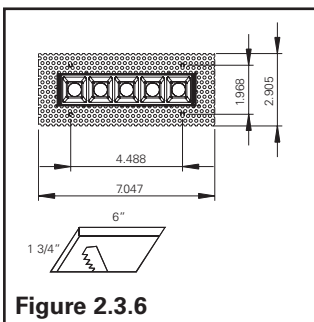

Figure 2.3.6
- 5 Light Engine: 1-3/4" X 6" (Figure 2.3.6)
- 5 moteurs lumineux : 44,5 x 152,4 mm (1-3/4 x 6 po) (Figure 2.3.6)